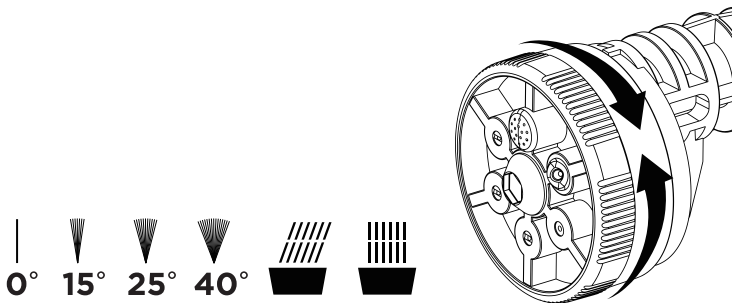

Abb. 8
Ändern des Sprühbildes (Abb. 8)
3. Drehen Sie den Düsenring, um das Symbol des gewünschten Sprühbildes mit der Markierung auf der Düse auszurichten. (Abb. 8)